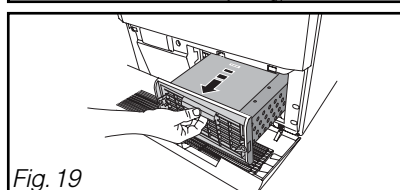

Fig. 19
- Retirez-le délicatement (Fig. 19).